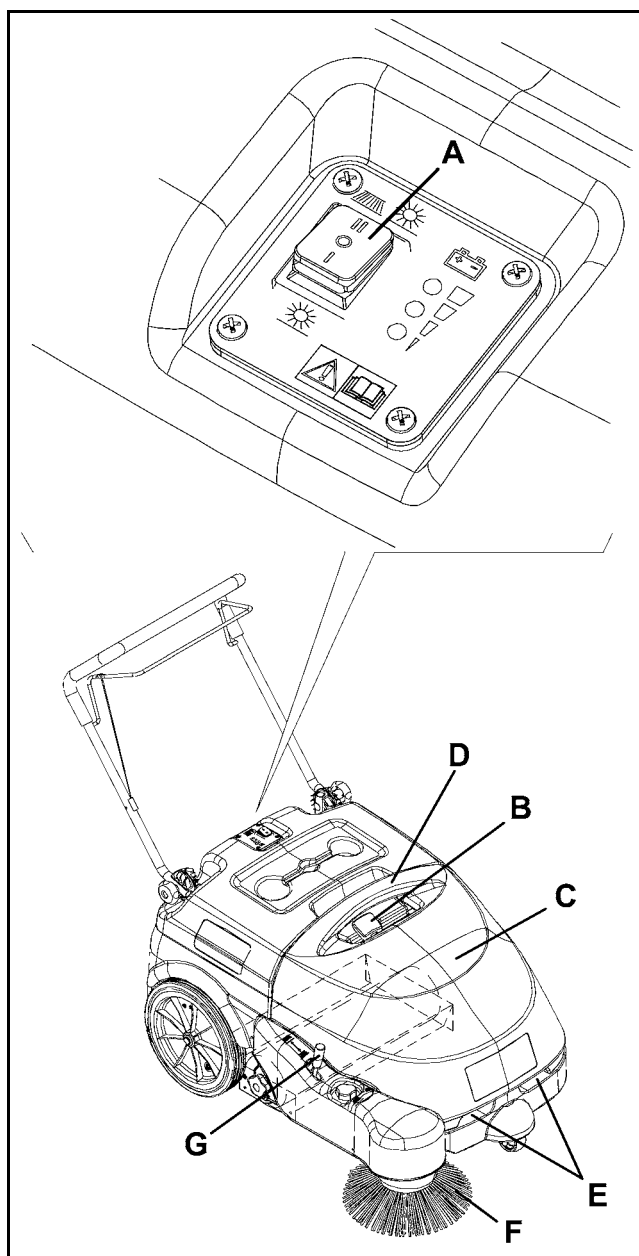

Figure 4
- Arrêter la machine et positionner l'interrupteur général (A, Fig. 4) sur "0".
- Déplacer la poignée secoueur (B) à droite et puis à gauche plusieurs fois pour secouer le filtre à poussière.
- Positionner l'interrupteur général (A) sur "I" et reprendre le travail de balayage
3. Vider le conteneur déchets (C, Fig. 4) chaque fois qu'il est plein ainsi qu'à la fin du travail.
1. Arrêter la machine et positionner l'interrupteur général (A, Fig. 4) sur "0".
2. Déposer le conteneur déchets (C) à l'aide des poignées (D) et (E), puis le vider dans un centre de collecte des déchets.
3. Installer le conteneur déchets (C).
1. Positionner l'interrupteur général (A, Fig. 4) sur "0".
2. Activer le secoueur à l'aide de la poignée (B).
3. Vider le conteneur déchets (C) (voir les instructions au paragraphe précédent)
4. Tirer le levier (G, Fig. 4) en arrière et l'engager au dispositif de retenue pour soulever le balai latéral (F).